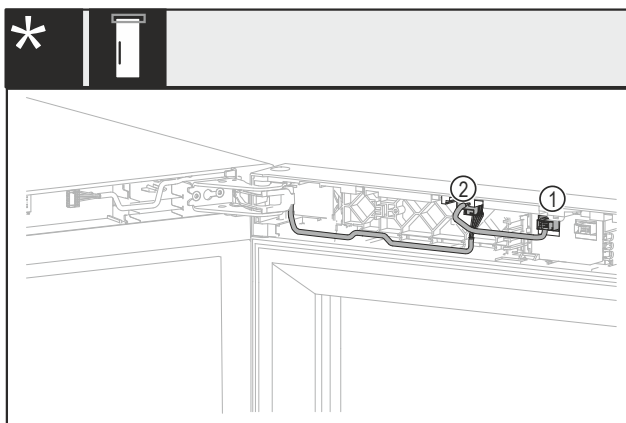

Fig. 18 Bez zámku alebo s mechanickým zámkom*
- Vytiahnite zástrčku Fig. 18 (1)*
- Vytiahnite zástrčku Fig. 18 (2)*